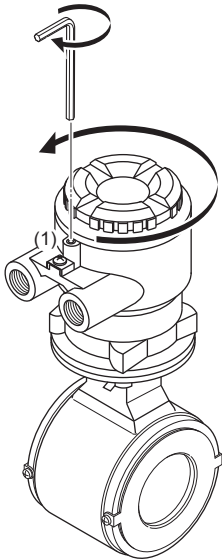

图4.5.1 取下接线盒盖(分体型传感器)
- (1) 取下壳盖
- 使用六角扳手(标称尺寸3)沿顺时针方向拧开壳盖锁紧螺丝(1)(参阅图4.5.1)，打开壳盖。从制造厂发货时，壳盖未锁死。用手固定传感器，按下图所示箭头方向旋转，取下壳盖。
顺时针方向旋转壳盖，将其安装到接线盒上。使用六角扳手(标称尺寸3)沿逆时针方向拧紧壳盖锁紧螺丝(1)(参阅图4.5.1)，锁紧壳盖。